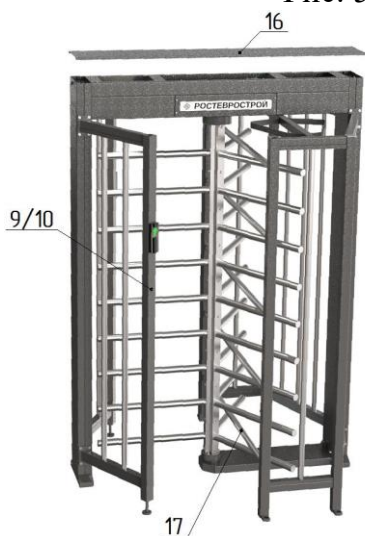

Рис. 6
5. Окончательная сборка (рис.6, 7):
– установите на место крышку **16** (выполнить после подключения турникета и, при необходимости, проведения режима калибровки) и закрепите винтами М4 (рис.6, 7).